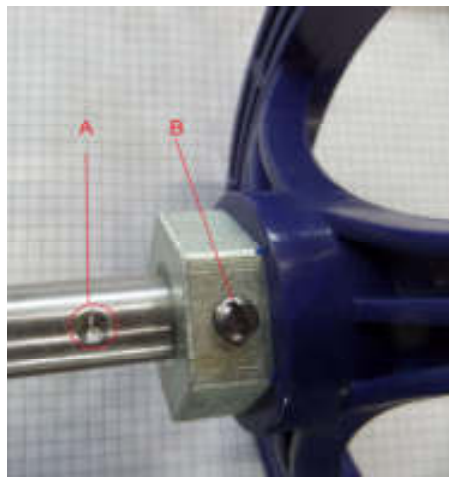

Рис. 5 Установка штурвала.
- распаковать штурвал. На вале механизма управления положением варочного сосуда совместить метку А с винтом В на штурвале (см. рис. 5). Используя отвертку с плоским шлицом установить винт «В» до упора;